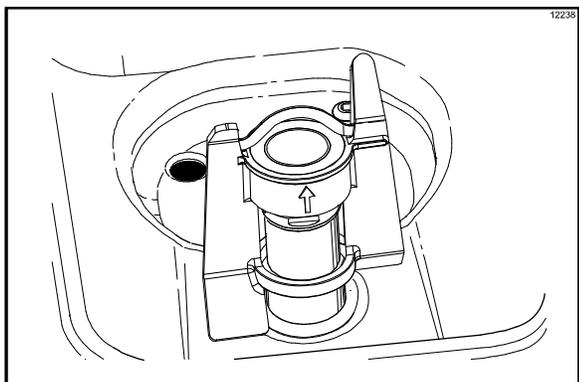

Figura 165
- Coloque el agitador en la estructura del eje motor del agitador. (Vea la figura 165).